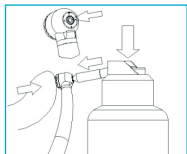

Fig. 9-1
- Pour nettoyer et lubrifier l'intérieur du dispositif médical, utilisez un lubrifiant indiqué pour le dispositif médical : raccordez la buse noire (fournie avec le dispositif médicale) au tube de la bombe aérosol, puis insérez la buse dans le tuyau d'air d'entraînement du dispositif médical (Fig. 9-1). Appuyez pendant 2 à 3 secondes sur le bouton de la bombe pour faire sortir le lubrifiant de la tête.